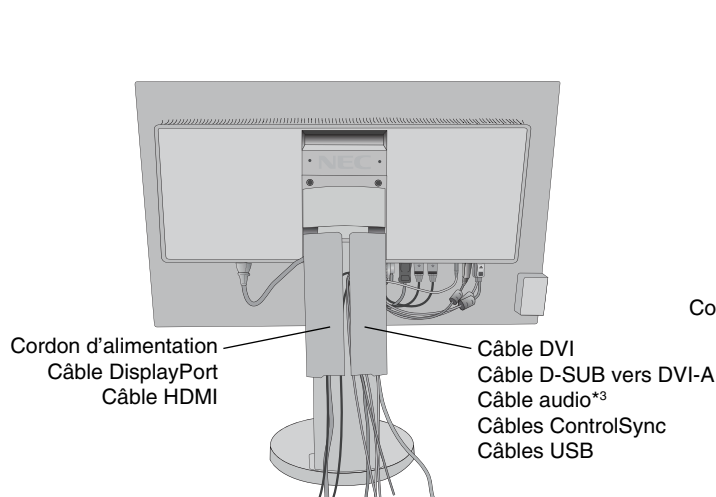
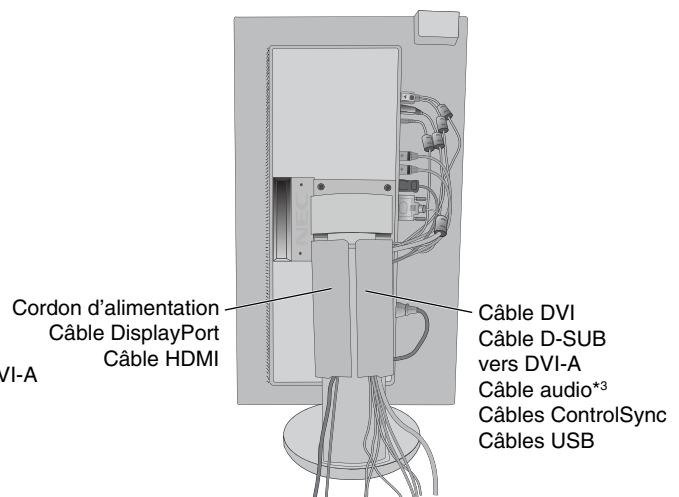

Figure C.2
Figure C.3
- Pour que les câbles restent bien organisés, disposez-les dans le cache-câbles intégré au support. Placez les câbles dans les crochets fermement et à une distance égale (**Figure C.2** et **Figure C.3**).